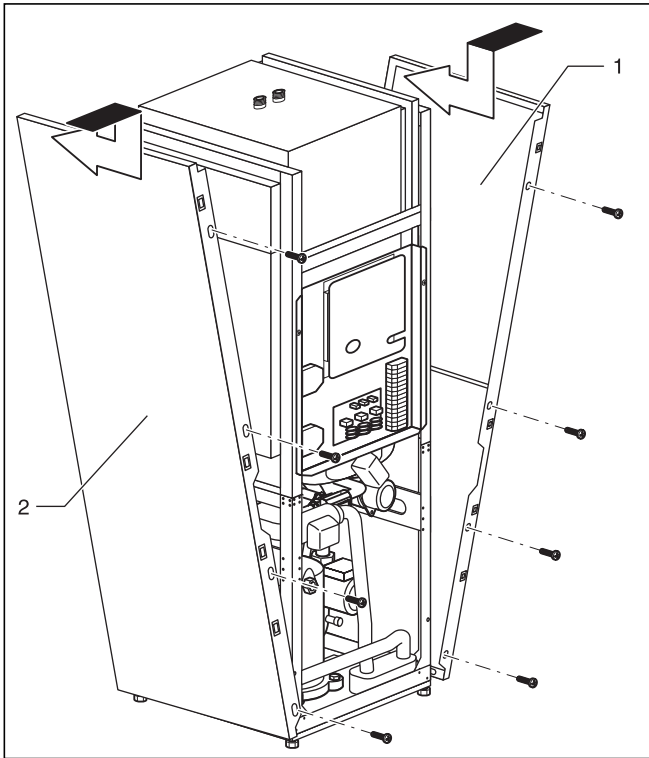

Abb. 6.9 Seitliche Verkleidung montieren
- Führen Sie die beiden seitlichen Verkleidungen (Abb. 6.9, Pos. 1 und 2) unten in den Rahmen der Wärmepumpe, schieben Sie jede Verkleidung nach hinten und verschrauben Sie sie von vorne mit je vier Befestigungsschrauben.